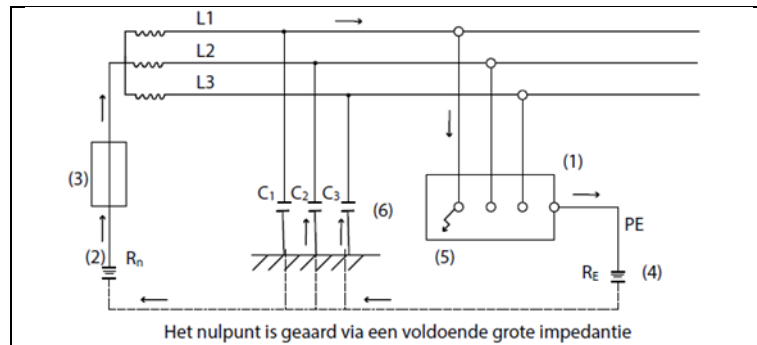

Figuur 3: foutlus in een TN-C-S-netsysteem
- Het TN-C-S-netsysteem (zie figuur 3) is dicht bij de bron een TN-C is en is dus voorzien van een PEN. Verderop in de installatie wordt het opgesplitst volgens de twee functies van N-geleider en PE-geleider. Eenmaal gesplitst, is het verboden om de PE-geleider en de N-geleider opnieuw te verbinden.